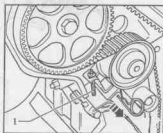

图 1-21 齿形皮带的安装
- ③安装齿形皮带下护罩。
- ④用螺栓拧紧扭振减振器/皮带轮。
- ⑤发动机处于上止点位置。
- ⑥按水泵、张紧轮、凸轮轴皮带轮的顺序装上齿形皮带。
- ⑦如图 1-21 所示,拔出箭头所示的锁止销,并松开张紧器高压活塞,拧下螺杆 1。